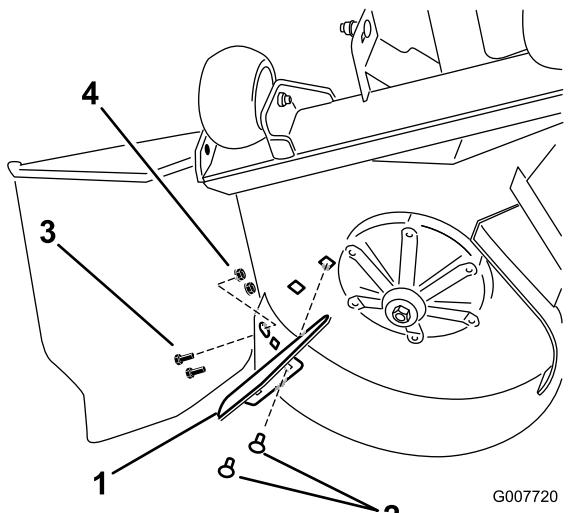

Figura 23
5. Localice el deflector de descarga entre las piezas sueltas. Instale el deflector de descarga debajo de la plataforma según se muestra en Figura 23.